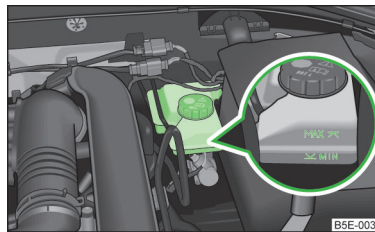

Abb. 185
- Den Bremsflüssigkeitsstand am Behälter prüfen » Abb. 185.